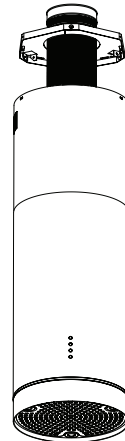

Fig. 27
- Suspender o corpo da coifa, até que os furos das cantoneiras e a do suporte de fixação se encontrem [Fig.27].